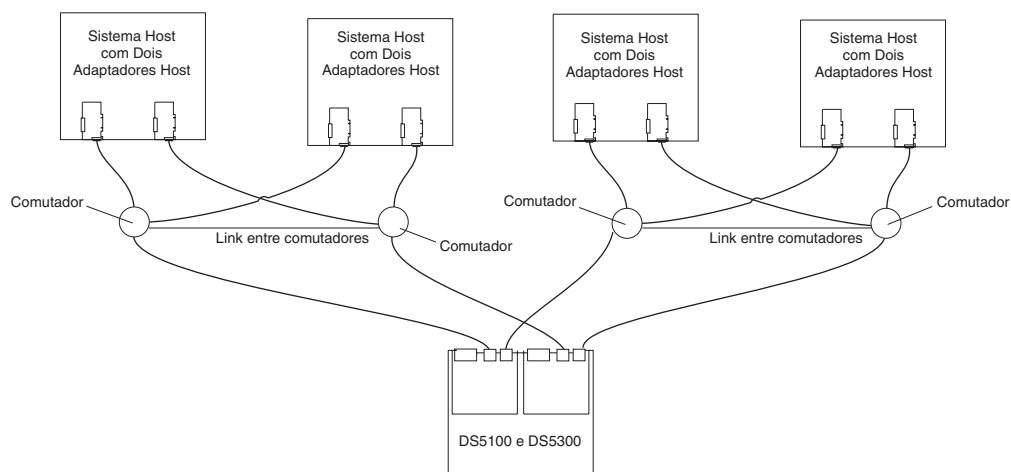

Figura 93. Exemplo de uma Configuração com Dois Clusters
- Dois clusters, conforme mostrado na Figura 93 na página 145
A Figura 93 traz um exemplo de um e quatro sistemas host configurados em dois clusters; cada cluster compreende dois sistemas host e dois comutadores de Fibre Channel.